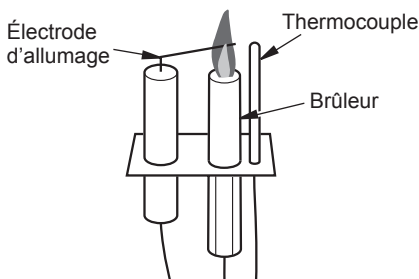

Figure 4 - Veilleuse
7. Inspectez la veilleuse (montée sur son support) et nettoyez-la avec un aspirateur ou en soufflant de l'air par les entrées d'air (voir figure 4).